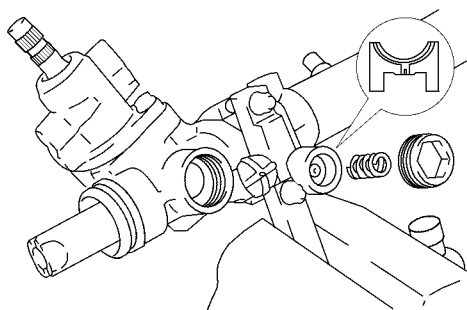

图 16-73 安装齿条导套和弹簧
(9) 安装齿条导套和弹簧。将齿条导套支座装到齿条导套上，并在其槽部涂敷二硫化钼锂基润滑脂，安装带支座的齿条导套，然后安装齿条导套弹簧，如图 16-73 所示。